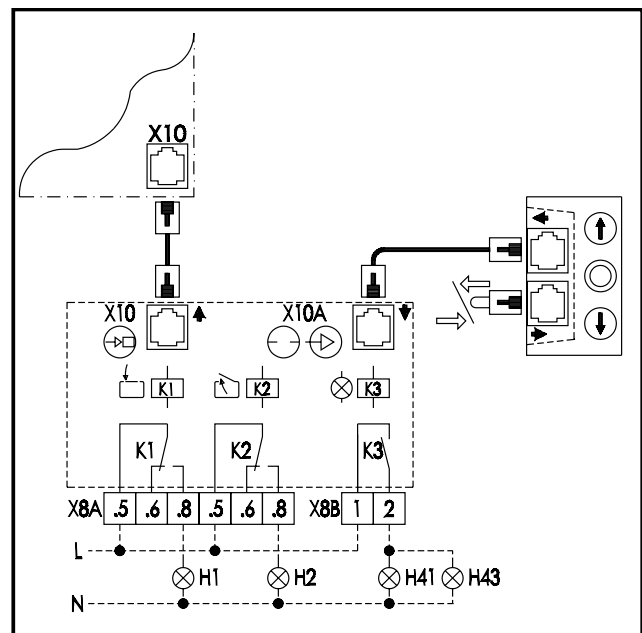

Рис. 12: Оповещение о достижении конечных положений и сигнальная лампочка.
- С помощью системного кабеля соедините вместе разъемы **X10** на устройстве управления и комплекте дооснащения, как показано на рис. 12.